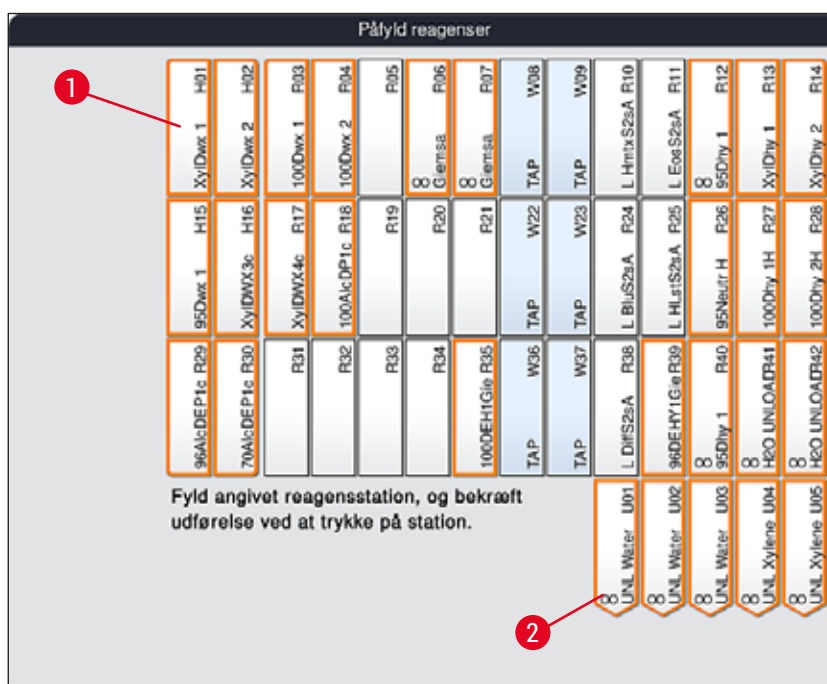

Fig. 56
- I det nye vindue **Påfyld reagenser** (→ "Fig. 56") er de stationer, som skal fyldes, markeret med orange (→ "Fig. 56-1").
Kun brugerdefinerede og tilføjede reagenser fra Leica-farvningsprogrammer vises med orange markering (→ "Fig. 56"). Derefter scannes reagenserne fra Leica-reagenssættet (→ S. 79 – Påfyldning af Leica-reagenssæt-reagenser).